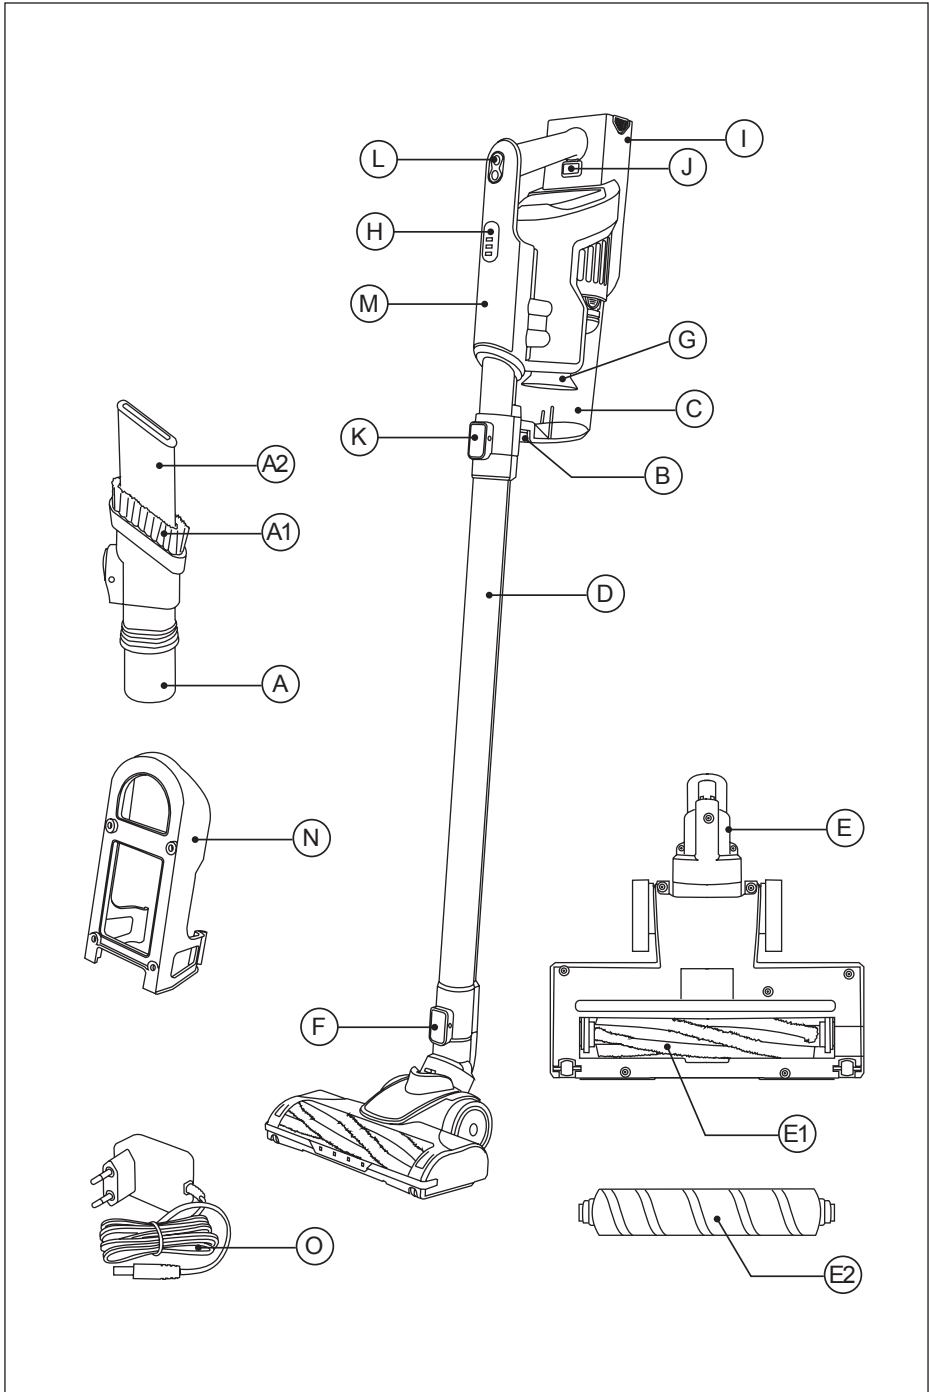

Fig 1
- Respetar la indicación de nivel MAX (Fig.1).